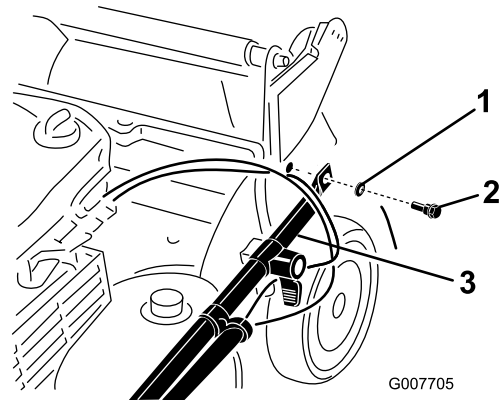

Figura 3
2. Collegate le estremità della stegola al sottoscocca utilizzando 2 rondelle e 2 bulloni di fissaggio (Figura 3), **ma non serrate i bulloni di fissaggio**.